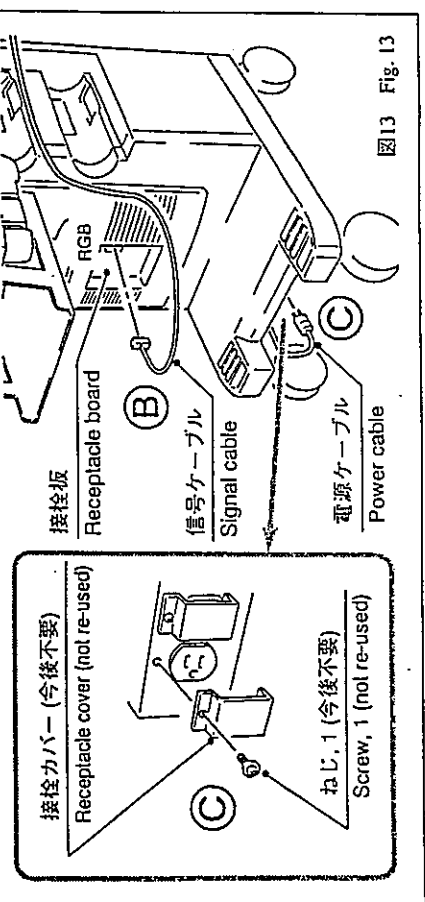

図13 Fig. 13
- (2) 信号ケーブルを、フロントカバーの接検板に接続する。(図13 ㉕)
- (3) 電源ユニットの接検カバーをねじ1本を外して取り外し、電源ケーブルのコネクタを接続する。(図13 ㉖)
- (2) Plug signal cable in receptacle board on front cover. (㉕ in Fig. 13)
- (3) Unfasten 1 screw and remove receptacle cover from power supply unit. And plug in power cable connector. (㉖ in Fig. 13)